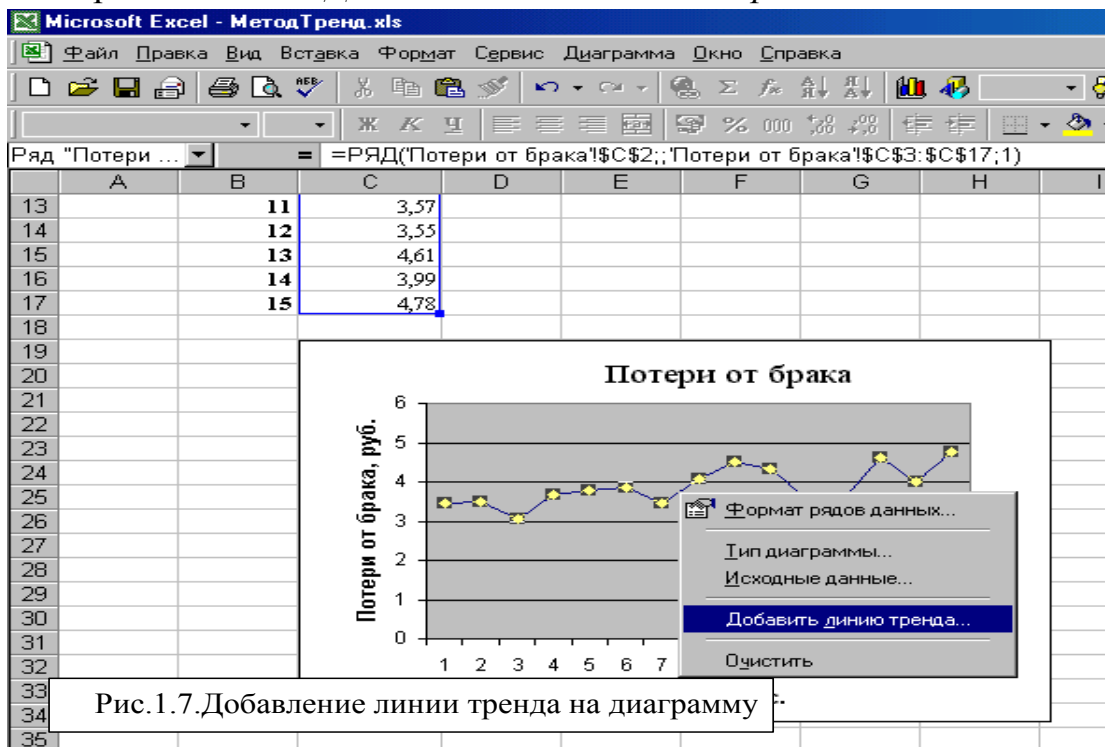

Рис.1.7. Добавление линии тренда на диаграмму
1.7.2. Выберите команду *Добавить линию тренда* из контекстного меню (Рис.1.7.).